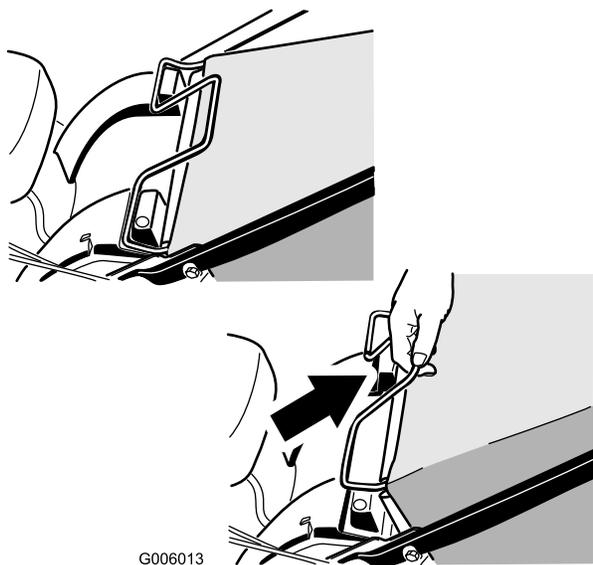

Figura 27
1. Retire el asa de la bolsa de recogida de las ranuras de la parte superior de la máquina y retire la bolsa de la máquina (Figura 27).